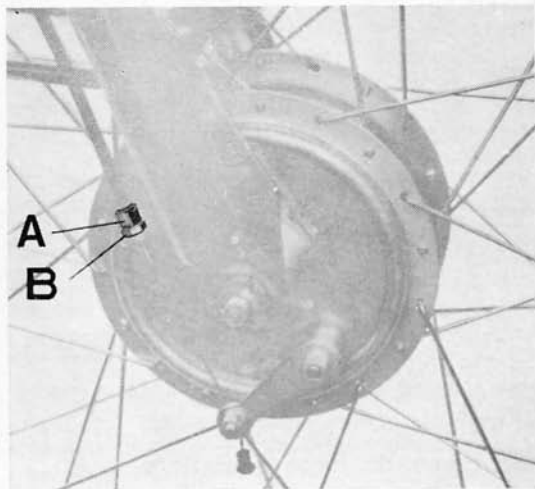

Fig. 16
Per questa registrazione agire sul bullone (A) con controdado (B) di fig. 16 che si trovano sul disco porta ceppi. Per eliminare l'eccessivo giuoco si allenti detto bullone dopo aver svitato il controdado.